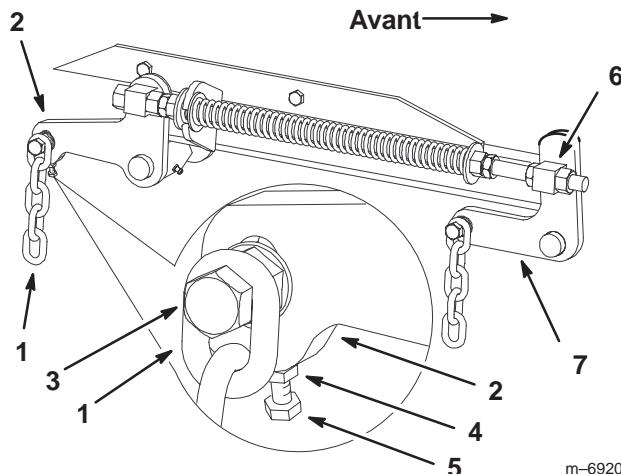

Figure 60
- Si la distance mesurée au point **B** ou **C** n'est pas correcte, desserrez le boulon qui fixe la chaîne arrière au bras de support arrière (Fig. 60).